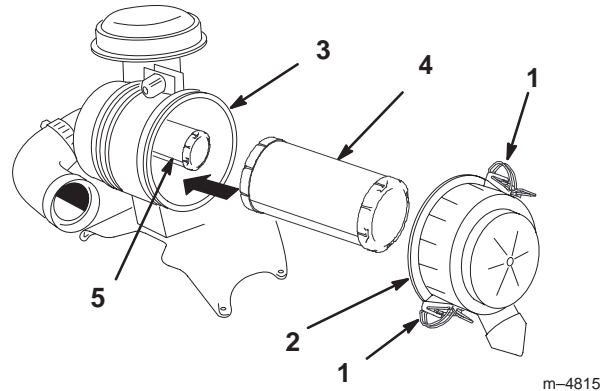

Figure 30
2. Ouvrez les dispositifs de verrouillage du filtre et ôtez le couvercle du corps du filtre (Fig. 30).
4. Sortez l'élément primaire du corps du filtre avec précaution (Fig. 30). Évitez de cogner l'élément à l'intérieur du corps. N'enlevez pas l'élément de sécurité, sauf si vous voulez le remplacer également.
2. Si vous remplacez l'élément de sécurité, insérez-le avec précaution dans le corps du filtre (Fig. 30).
3. Installez ensuite l'élément primaire sur l'élément de sécurité avec les mêmes précautions (Fig. 30). Assurez-vous qu'il est bien engagé en appuyant sur le rebord extérieur de l'élément que vous installez.
4. Reposez le couvercle, le côté portant l'inscription **UP** étant tourné vers le haut, et fermez les dispositifs de verrouillage (Fig. 30).